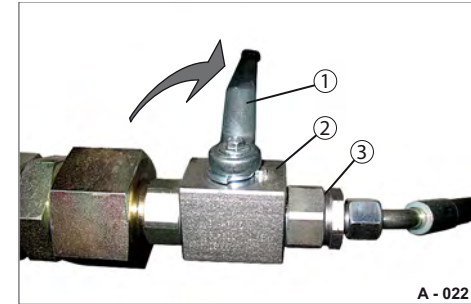

Abb. 26 Absperrventil geschlossen
Zum Pendeln der Heckklappe muss das Absperrventil (Abb. 26/2) geschlossen werden.
- ▶ Drehen Sie den Bedienhebel (Abb. 26/1) quer zur Hydraulikleitung (Abb. 26/3).